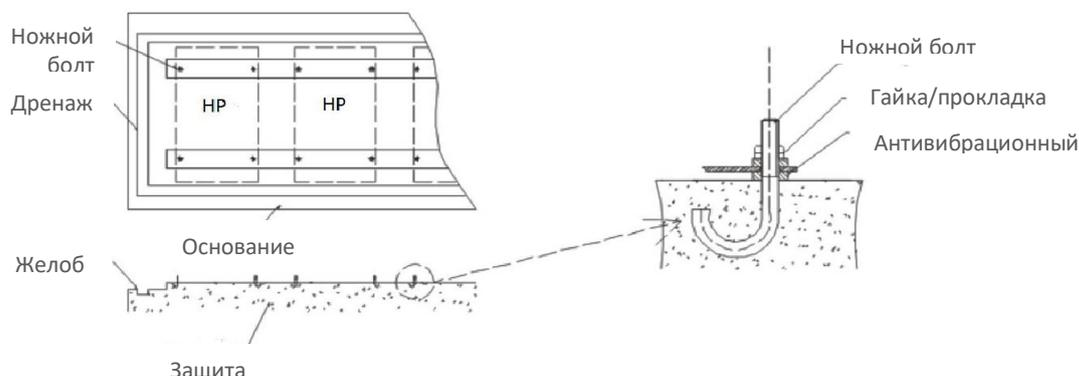
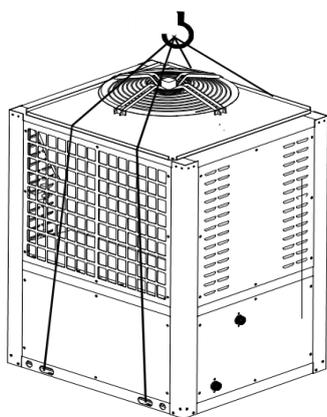

Рисунок 6. Принципиальная схема резервного фундамента
Рисунок 7. Принципиальная схема размещения
- (1) Пожалуйста, используйте более 4 мягких подъемных ремней для подъема манипулятора. (См. рисунок 7)
- (2) Во избежание царапин и деформации поверхности блока, пожалуйста, установите защитную пластину на поверхность блока во время подъема и транспортировки.
- (3) Перед окончательной установкой подъемника необходимо еще раз проверить фундамент, чтобы не ошибиться с реальным объектом.
- (4) На блоке имеется большое количество конденсата. Пожалуйста, рассмотрите возможность установки амортизатора между дренажным каналом и фундаментом вокруг фундамента.
- ◆ При установке каждый блок резервирует фундамент в соответствии со следующим чертежом. (См. рисунок 6)
- ◆ Не зацепляйте впускные и выпускные трубы во время транспортировки, зацеплять можно только за монтажные отверстия опорной балки. (См. рис. 7)